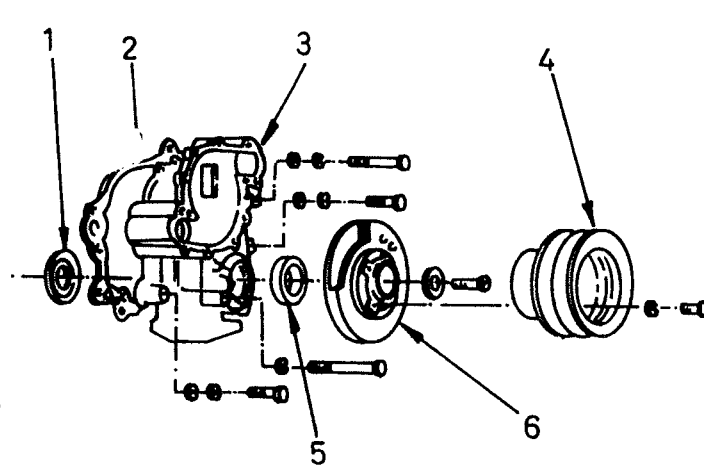

Bild 24 Die Teile des Steuerdeckels eines V8-Motors.
Der Steuerdeckel (Bild 24) enthält den vorderen Dichtring der Kurbelwelle, welcher von der Rückseite des Deckels eingeschlagen ist. Aus diesem Grund muss der Deckel zum Erneuern des Dichtringes ausgebaut werden.
- Motor durchdrehen, so dass der Kolben des ersten Zylinders auf dem oberen Totpunkt steht, wie es Bild 24 zeigt.